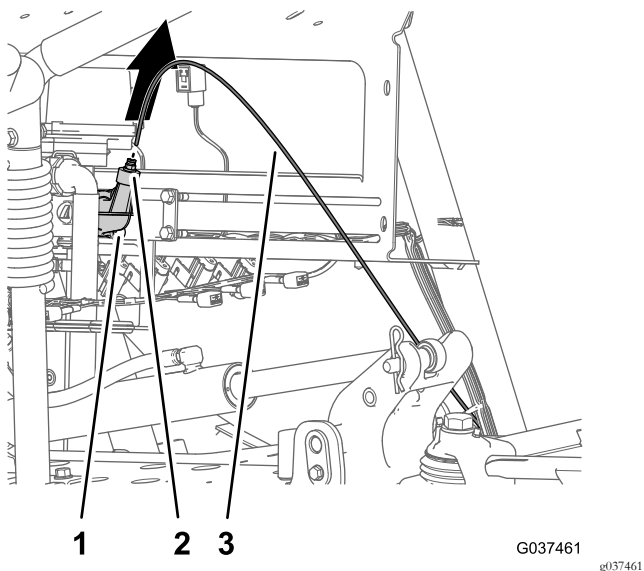

图10
1. 按住右喷洒臂段阀带汽门帽接头中的管道连接器锁环图10。
2. 从管道连接器中拉出仪表板仪表压力传感管图10。